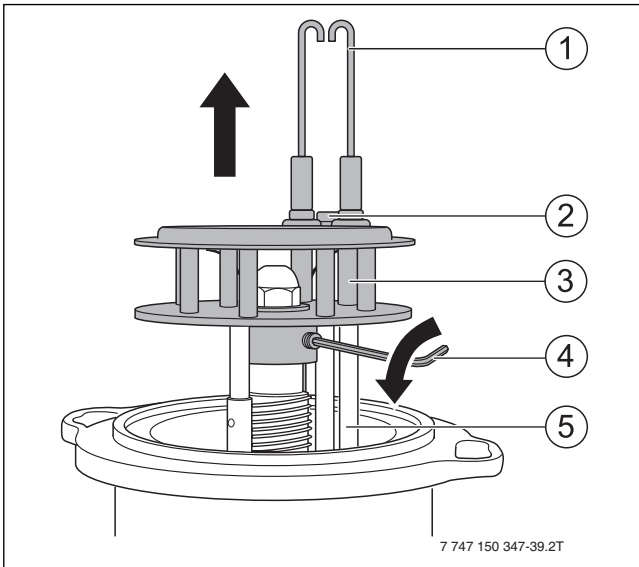

Fig. 36 Démontez le système de mélange
- ▶ Desserrer la vis (fig. 36, [2], page 21) entre les électrodes d'allumage.
- ▶ Démontez l'électrode d'allumage (fig. 36, [1], page 21).
- ▶ Fixer le système de mélange avec tige filetée (→ fig. 36, [4], page 21).